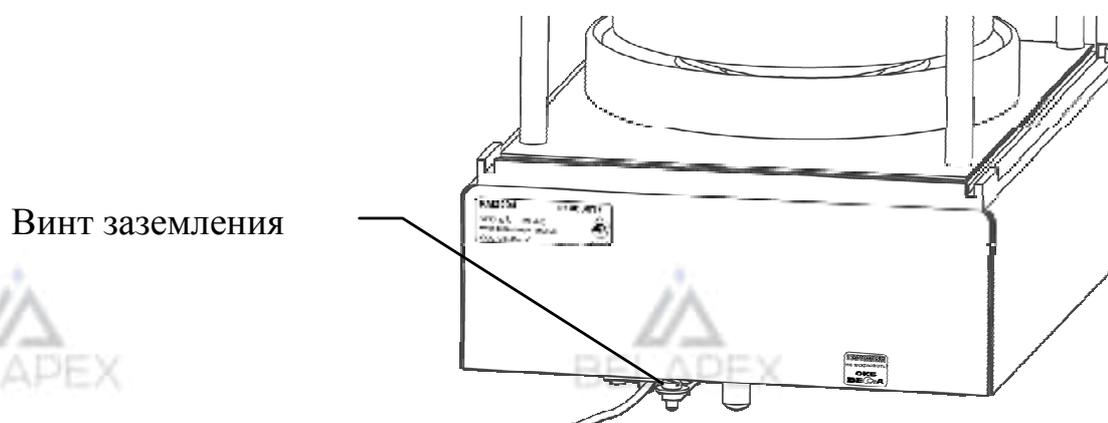

Рисунок 5 – Заземление компаратора
3.2.3.6 Заземлите компаратор (рисунок 5) - винт заземления находится на задней стенке блока весоизмерительного.